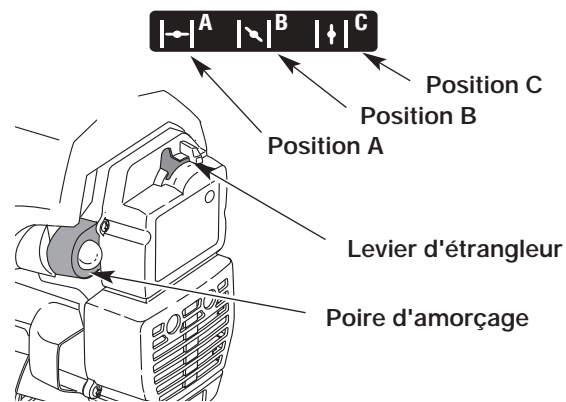

Fig. 11
2. Pressez et relâchez la poire d'amorçage à 10 reprises, lentement. Une certaine quantité de **carburant devrait être visible dans la poire d'amorçage** et les conduites de carburant (Fig. 11). Si vous n'apercevez pas de carburant dans la poire, pressez et relâchez la poire autant de fois que nécessaire jusqu'à ce que vous aperceviez du carburant dans cette dernière.
3. Mettez le levier d'étrangleur en Position **A** (Fig. 11).